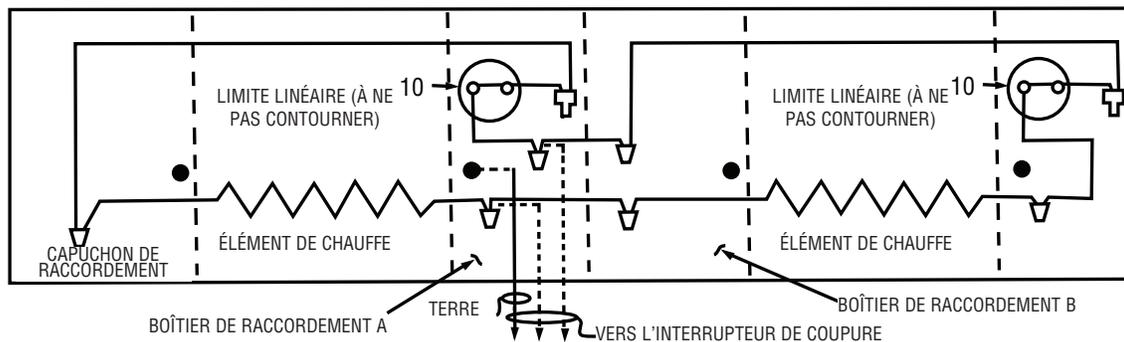

Figure 4. Installation de deux unités
1. Le radiateur DB ne comporte pas de chemin de câble intérieur. On ne peut pas câbler ensemble plus de deux unités comme montré en Figure 4. Si vous souhaitez alimenter plus de deux unités par circuit, une boucle extérieure entre-elles doit être fournie.
3. Amenez l'alimentation électrique au boîtier de raccordement A ou B (Voir la Figure 4) en réalisant les connexions électriques comme c'est montré. Branchez le fil de terre d'arrivée sur la vis de mise à la terre dans le boîtier de raccordement.